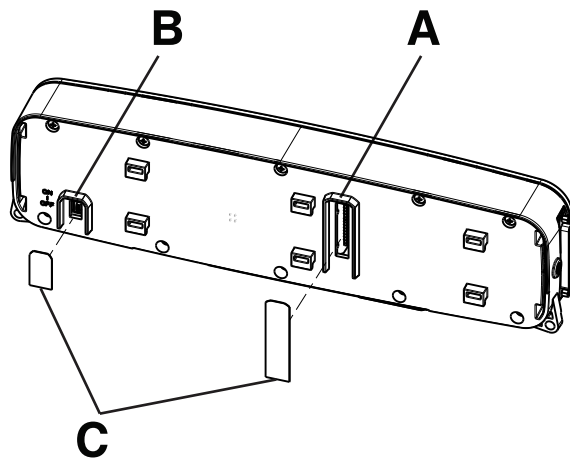

图 2 – 开关配置
2. 使用直头锥，配置 SB1 和 SB2 拨码开关 (A)，使护士呼叫系统和护士呼叫通讯电缆配置一致 (图 2)。
3. 使用直头锥，将 **Secure Connect** 开/关开关 (B) 转到开位置 (图 2)。
4. 将提供的两个 IPX 签条 (C) 贴在拨码开关和 **Secure Connect** 背面的开/关敞口上 (图 2)。